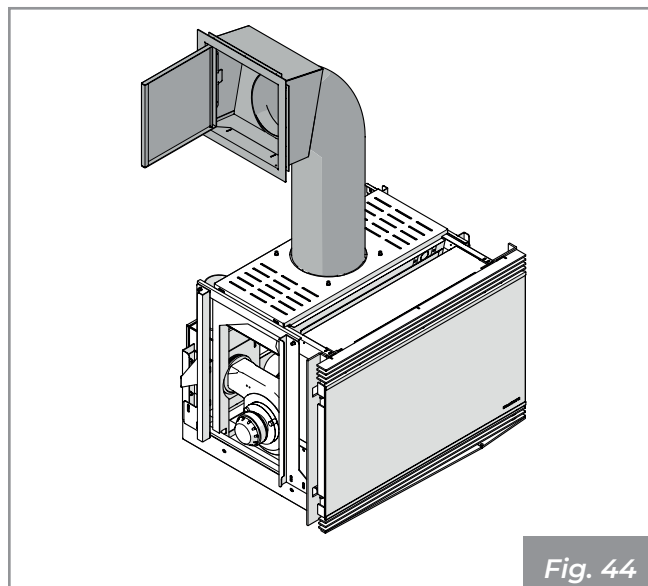

Fig. 44
- Sistema de carga con tubo metálico flexible y puerta de carga (Fig. 44).